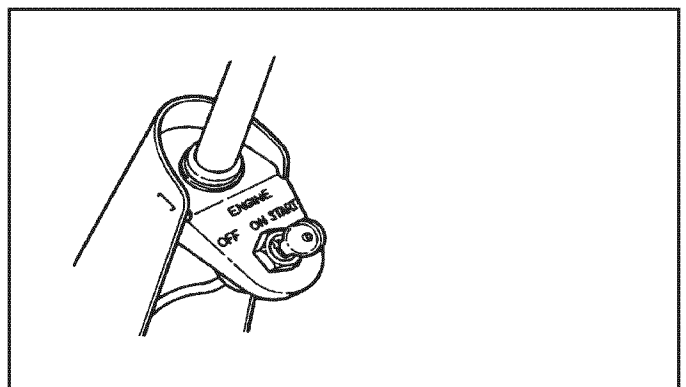

FIGURA 5
4. Mueva el control de velocidad del motor (Figura 5) a la posición de estrangulación.